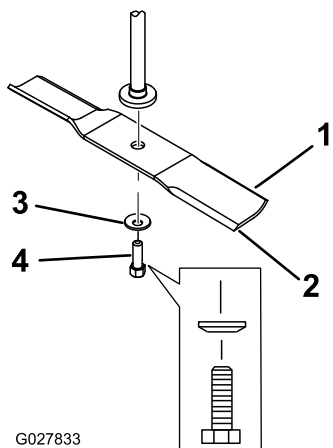

Bild 61
2. Entfernen Sie die Messerschraube, Wellenscheibe und das Messer von der Spindelwelle (**Bild 61**).
- Setzen Sie das Messer auf die Spindelwelle (Bild 61).
- Setzen Sie die Wellenscheibe (Kappenseite zum Messer) und die Messerschraube ein (Bild 61).